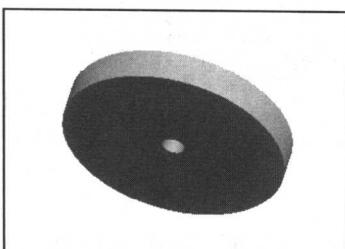

图1-29 生成的拉伸1效果
(5) 在“拉伸”操控板右侧单击“确定”按钮，生成拉伸1效果，如图1-29所示。